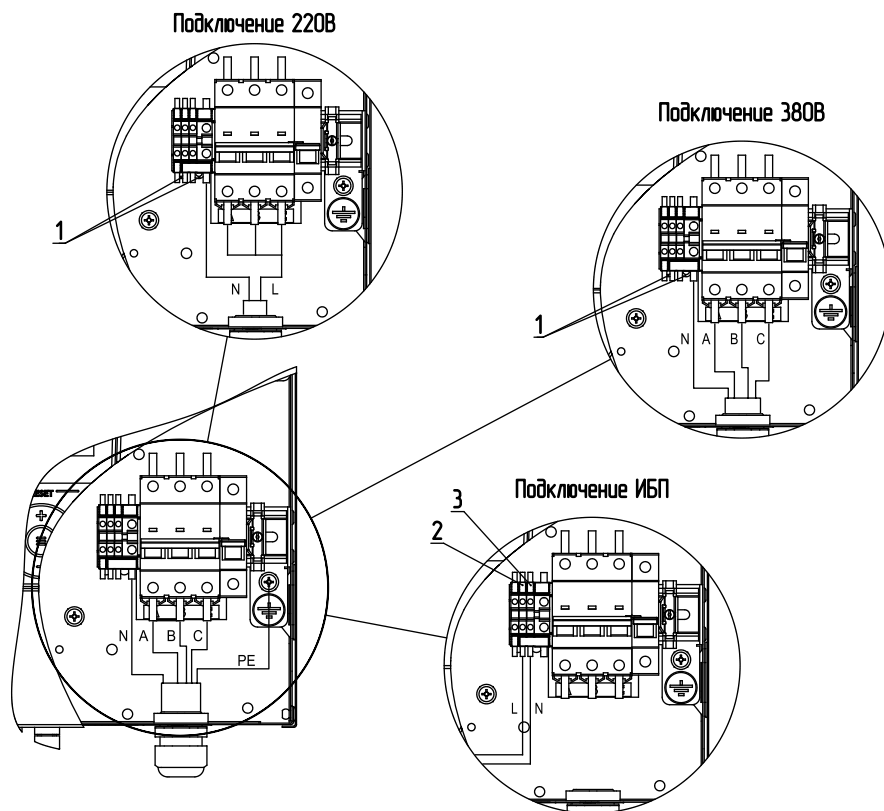

Рис.4 Схема подключения электрического котла ZOTA LUX-X 4,5-48 кВт
- извлечь перемычки (**рис.4, 5, 6 поз.1**);
- подключить провода фазы «L» к колодке (**рис.4, 5, 6 поз.2**);
- подключить провода нейтрали «N» к колодке (**рис.4, 5, 6 поз.3**).